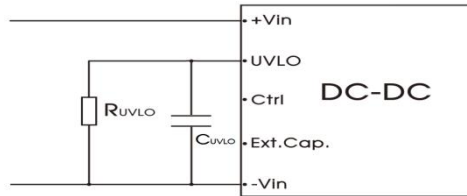

图 9
3. UVLO 引脚可以通过外部电阻 R_{UVLO} 调节输入欠压保护点, R_{UVLO} 的具体数值请参考图 9, 如果该引脚悬空, 欠压保护点为 11V。
3. 电阻 R_{UVLO} 用于调节输入欠压保护点, 取值可参考图 9。